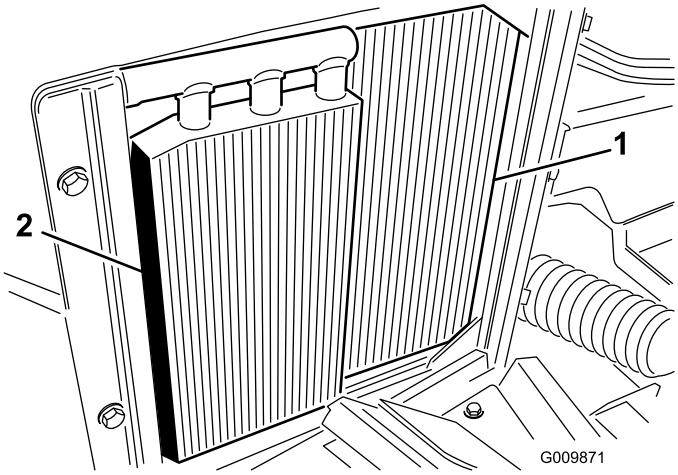

Figure 54
2. Nettoyez le radiateur au jet d'eau ou à l'air comprimé appliqué du côté ventilateur (Figure 54).
3. Nettoyez soigneusement le refroidisseur d'huile (Figure 54) et enlevez les débris éventuellement accumulés autour des composants.